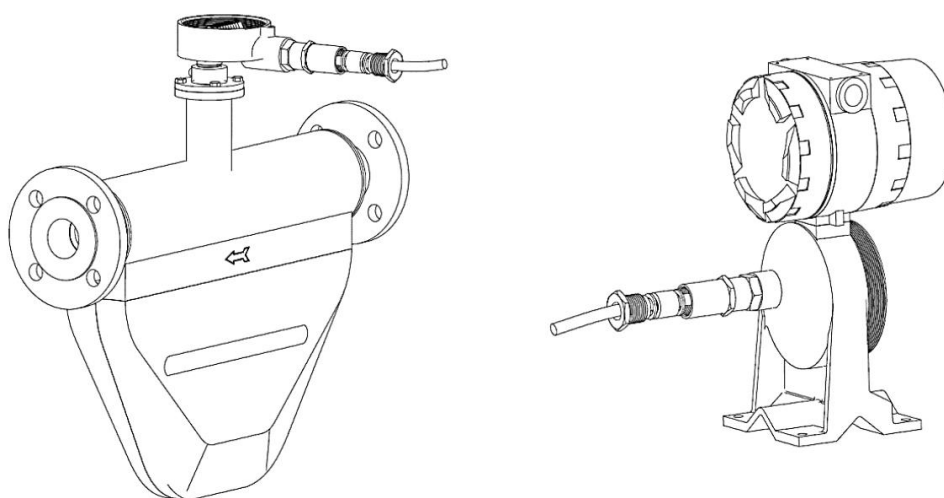

Рисунок 8 - Соединение датчика с электронным блоком
5.3.1 Если необходимо произвести электрическое подключение расходомера раздельного исполнения, необходимо использовать девятижильный кабель для соединения датчика и электронного блока, который поставляется в комплекте с расходомером. Подключение кабеля питания выполняется таким же способом, как у компактного исполнения (см. рисунок 8).